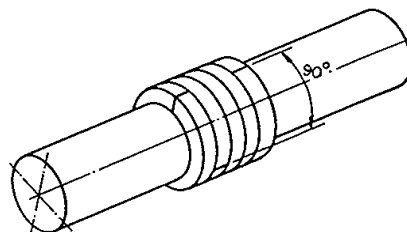

Fig. 17 - Posição dos anéis defasados em 90°
- Proceder à montagem na sequência inversa da desmontagem, introduzindo cada peça no interior da câmara com o auxílio do aperta gaxeta. Os anéis de gaxeta deverão ser montados com o corte defasado cerca de 90° um em relação ao outro (vide fig. 17).